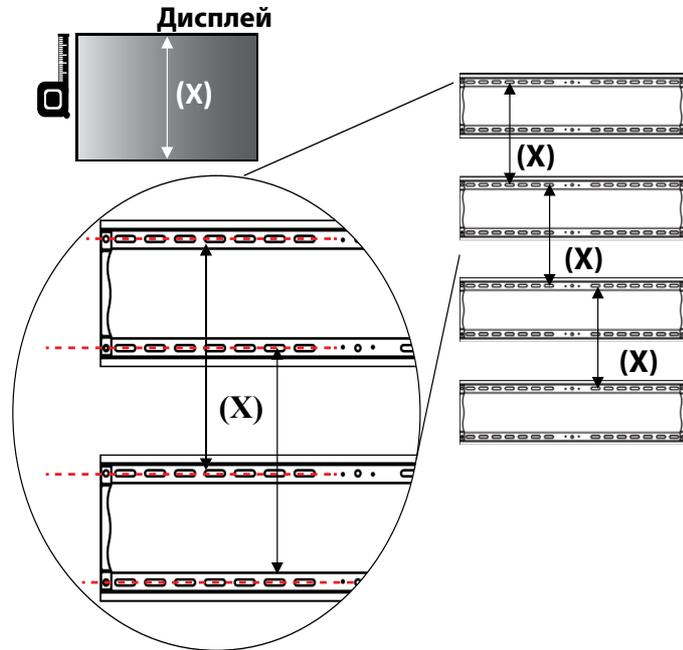

Рис. 8
- 1) Измерьте высоту дисплея (X).
- 2) Отмерьте расстояние (X) между отверстиями рам, как показано на схеме (Рис. 8).